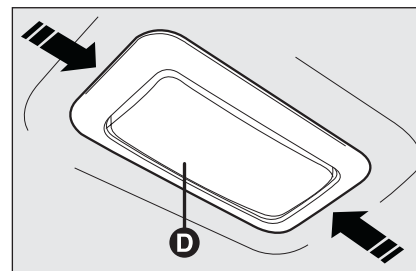
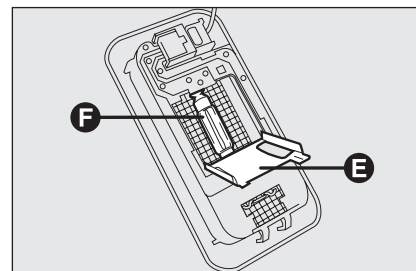

fig. 31
fig. 32
- agir sur les points indiqués par les flèches et enlever le plafonnier **D-fig. 31**;
- ouvrir le volet de protection **E-fig. 32**;
- remplacer l'ampoule **F-fig. 32** en la dégageant des contacts latéraux et en s'assurant que la nouvelle ampoule est correctement bloquée entre les contacts mêmes;
- refermer le volet de protection **E-fig. 32** et fixer le plafonnier **D-fig. 31** dans son logement en s'assurant de son blocage.